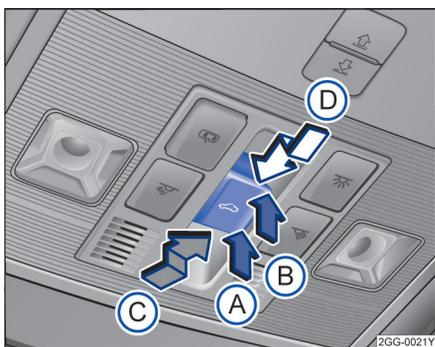

图 59 顶篷上的天窗控制按钮
按钮→图 59 设有 2 挡位置。1 挡位置：可完全打开天窗，或部分翻开天窗，打开或关闭天窗。
| 功能 | 操作方法→图 59 |
- 触发防夹功能后 5 秒钟内按压  按钮→图 59，沿箭头①方向将按钮保持在 2 挡位置，直至天窗完全关闭。